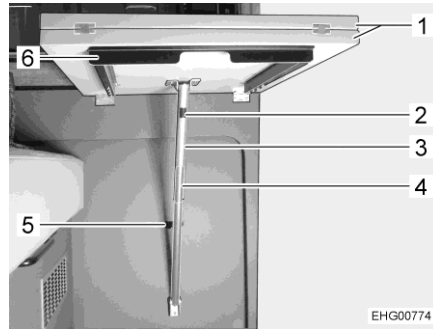
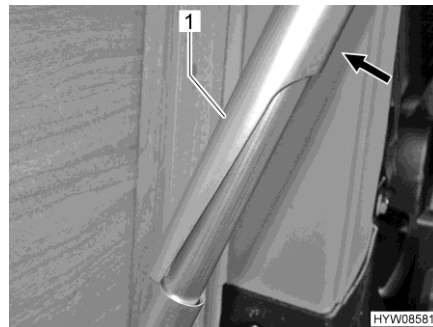

Bild 53 Hängbord (hopfällt)
Bild 55 Stödfot (upplåst)
- Dra ut stabiliseringsramen (Bild 53,6) (om sådan finns).
- Tryck in stabiliseringsramen (Bild 53,6) (om sådan finns).
- Lyft upp bordsskivan (Bild 53,1) lätt.
- Tryck det övre stödet (Bild 53,3 resp. Bild 55,1) bakåt. Tryck på det svarta området (Bild 53,2) för att göra detta.
- Fäll ihop bordet nedåt. Det övre stödet skjuts över det undre stödet (Bild 53,4).
- Tryck stödet i vägghållaren (Bild 53,5).